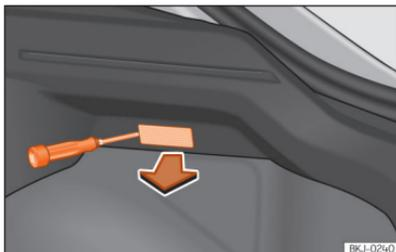

Abb. 168 Gepäckraumleuchte*
- Nehmen Sie das Lampenglas der Glühlampe durch Druck mit einem Schraubenzieher auf dessen Unterkante ab »» [Abb. 168].